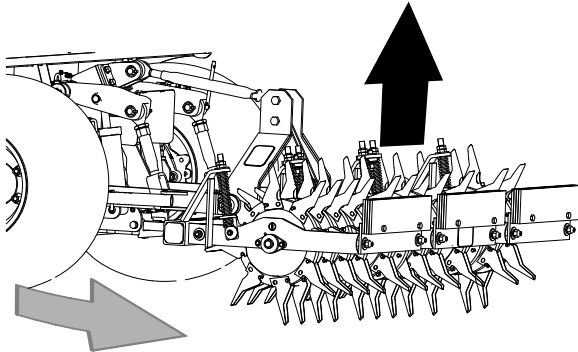

Figure 24
4. Levez l'aérateur en bout de passe, avant de tourner (**Figure 24**).